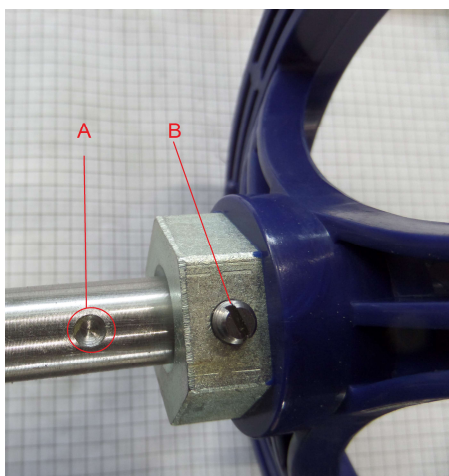

Рис. 3 Установка штурвала
- распаковать штурвал. На вале механизма управления положением варочного сосуда совместить метку А с винтом В на штурвале (см. рис. 3). Используя отвертку с плоским шлицом установить винт «В» до упора;